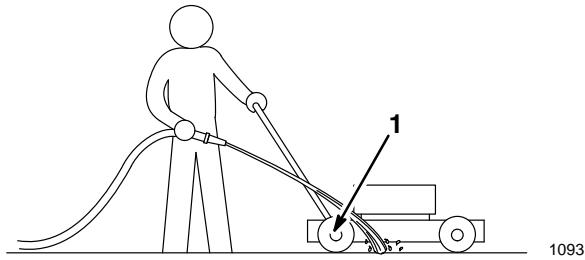

Figure 30
3. Mantenga la manguera de jardín funcionando a nivel del mango y dirija el agua para que corra en el suelo justo enfrente del neumático posterior derecho (Fig. 30). La cuchilla giratoria extraerá el agua debajo de la caja y limpiará los recortes. Deje que el agua corra durante unos minutos o hasta que no se vean recortes lavados de la parte inferior de la caja.